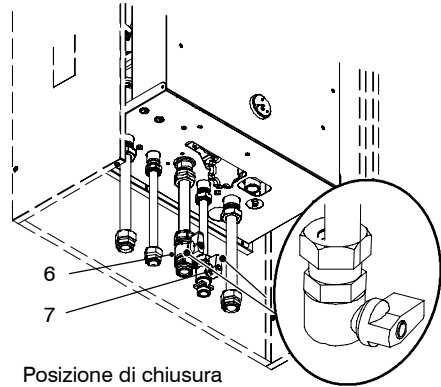

fig. 9.3
- 1 Chiudere il rubinetto entrata 7 in fig. 9.3